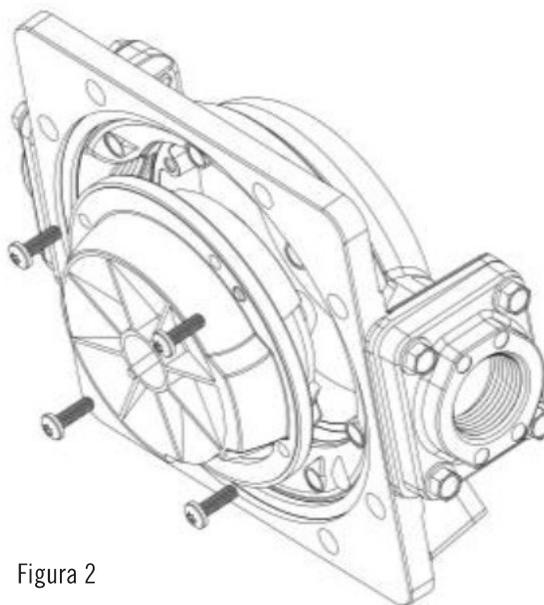

Figura 2
La cámara del medidor consta de las cámaras superior e inferior, un disco de nutación y cuatro tornillos (Figura 2).
2. La cámara del medidor se puede desalojar quitando los 4 tornillos (consulte la Figura 2).